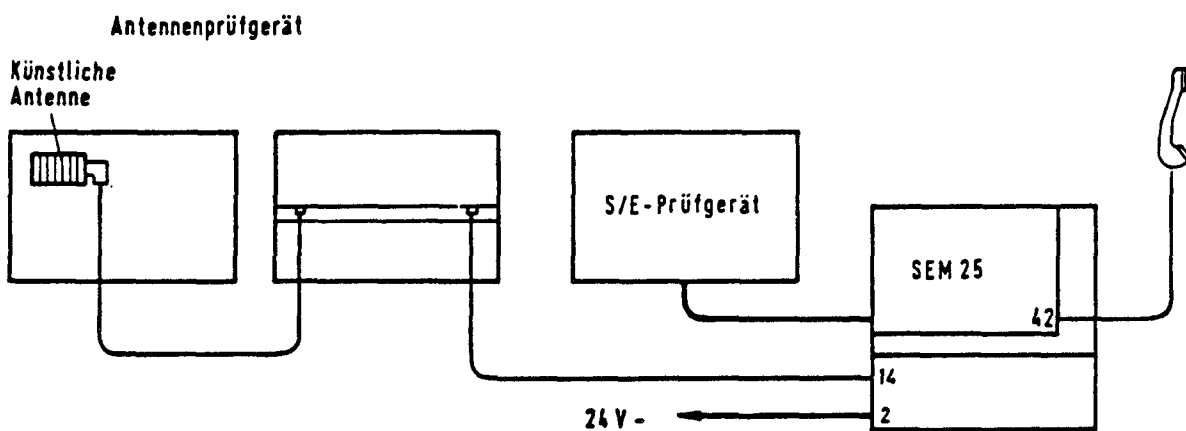

Bild 33. Meßaufbau
4.5.1.3. Einstellen der Röhre V 2 (5639) (Bild 33)